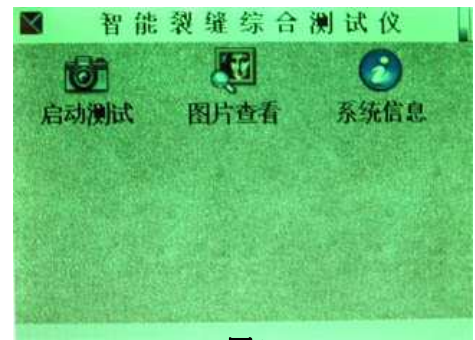

图1
(1) 仪器连接：将显微放大探头电缆上的接口连接到主机顶部中央的航空插座中。
(2) 开机：按下电源开关，屏幕显示产品信息15秒后进入主程序，屏幕显示有 （启动测试）、（图片查看）、（系统信息）三个程序图标(如图1)，同时探头照明灯点亮表示二者连接正常。